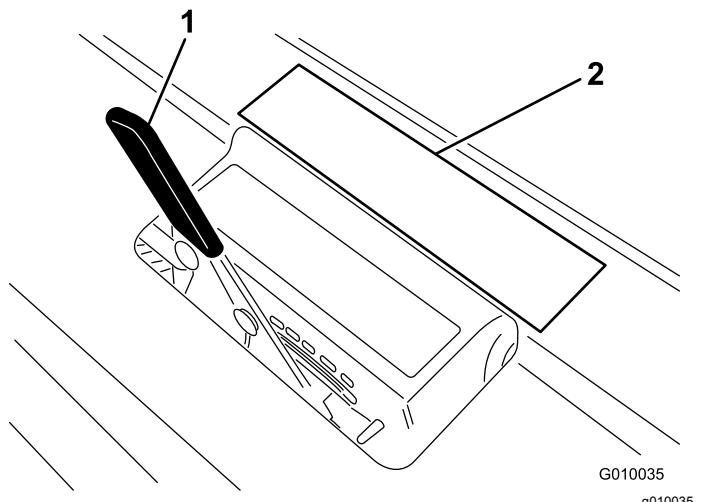

Figura 18
3. Coloque o dente no autocolante de profundidade do dente (Figura 18) com uma extremidade alinhada com a profundidade de arejamento pretendida (consulte o desenho do dente no autocolante).